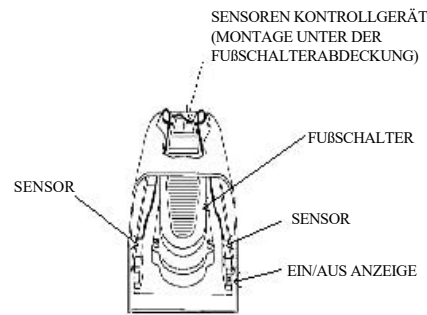

Bild 2. Die Sensoren sind an der SEITE des Fußschaltergehäuses des Lasers befestigt
- Auf der Innenseite des Gehäuses (Abbildung 2) des Fußschalters, stellen Sie den Sensor für Erhaltung und für Übertragung auf die gegenüberliegende Seite des Fußschalter auf. Stellen Sie nicht die Sensoren auf die Seiten des Fußschalters auf.